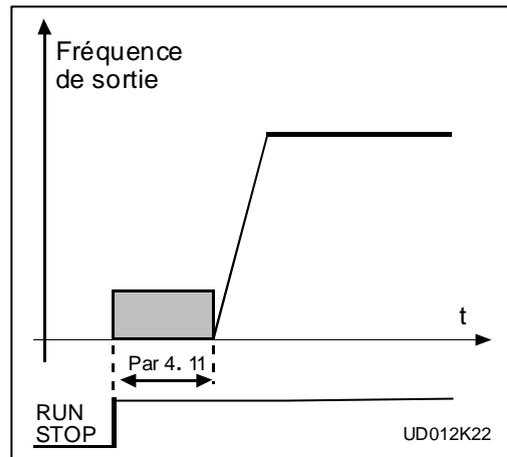

Figure 6.5-15 Temps de freinage à CC au démarrage.
- >0 Le freinage à courant continu est activé quand la commande de démarrage est donnée et ce paramètre définit le temps avant que le freinage soit relâché. Après que le freinage est relâché, la fréquence de sortie augmente selon le paramètre de fonction de démarrage réglé 4.6 et les paramètres d'accélération (1.3, 4.1 ou 4.2, 4.3), voir figure 6.5-15.